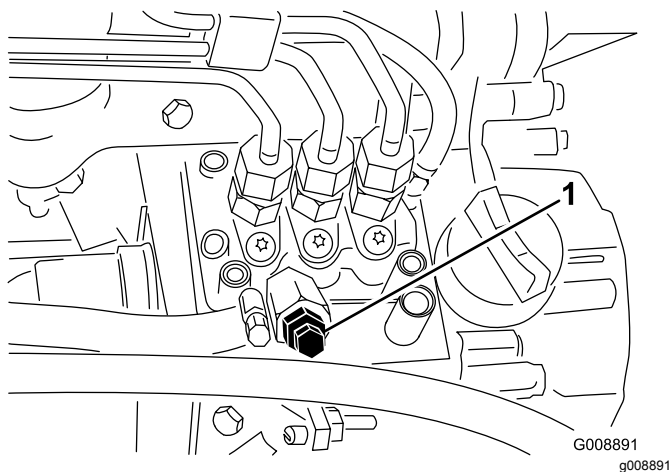

Figure 42
4. Desserrez la vis de purge d'air sur la pompe d'injection (Figure 42).